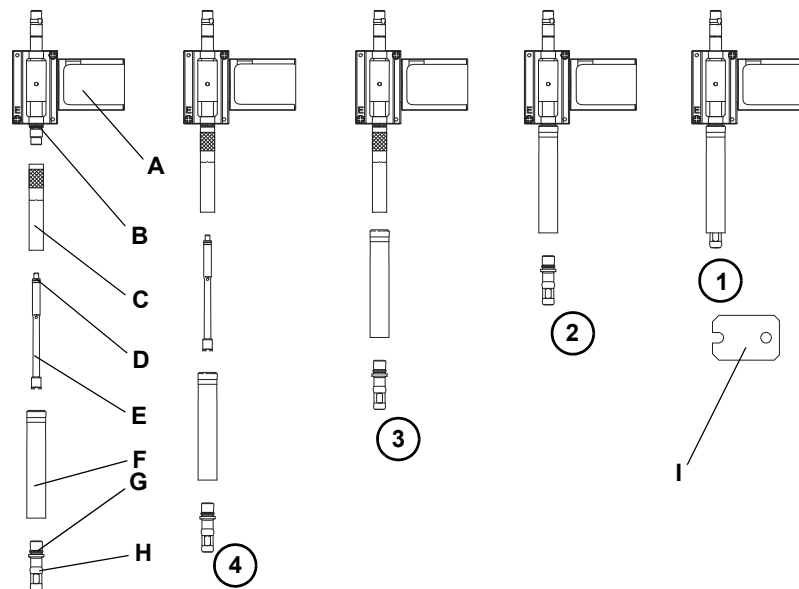

图 7-11 Air LiHa 一次性吸头拾取装置拆卸/安装
2 一只手握住吸头弹射管和适配器，另一只手用一次性吸头锥体扳手拧松锥体（图 7-11, 7-35 中步骤 (1) 和 (2)）。
4 取下吸头弹射管（图 7-11, 7-35 中步骤 (3)）。
5 拧开并取下吸头适配器筒和空气管（图 7-11, 7-35 中步骤 (4)）。